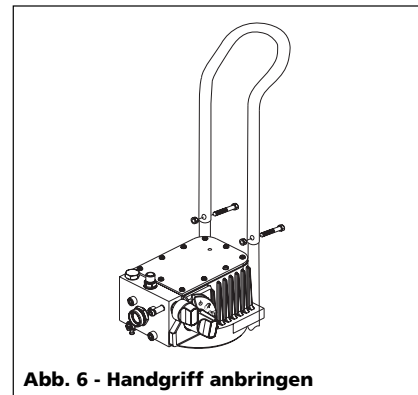

Abb. 6 - Handgriff anbringen
7. Hinter dem Gerät stehen und die Enden und über den Handgriff reichen, um die unteren Enden des Handgriffs zu greifen. Den Handgriff nach unten drücken (siehe Abb. 6).